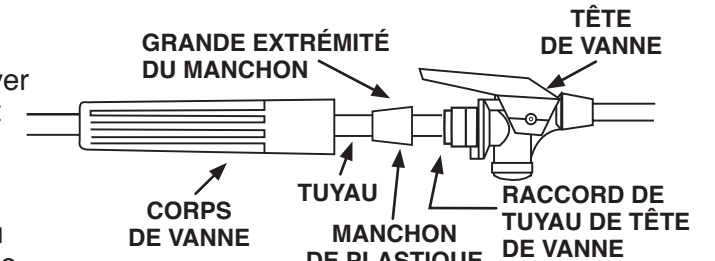

FIGURE 8
- Glisser le corps de la vanne le long du tuyau pour exposer la connexion du tuyau avec la tête de la vanne (figure 8).
- Glisser le manchon en plastique sur le tuyau (l'extrémité la plus large du manchon conique vers l'extrémité du tuyau) (figure 8).